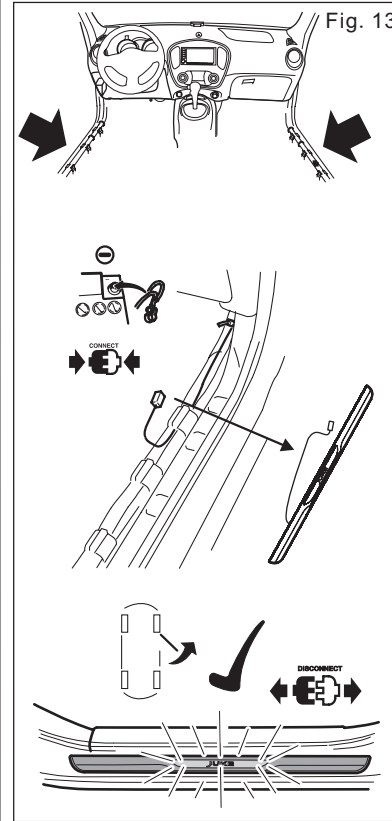

Fig. 13
- m) Function check. See in Fig. 13.